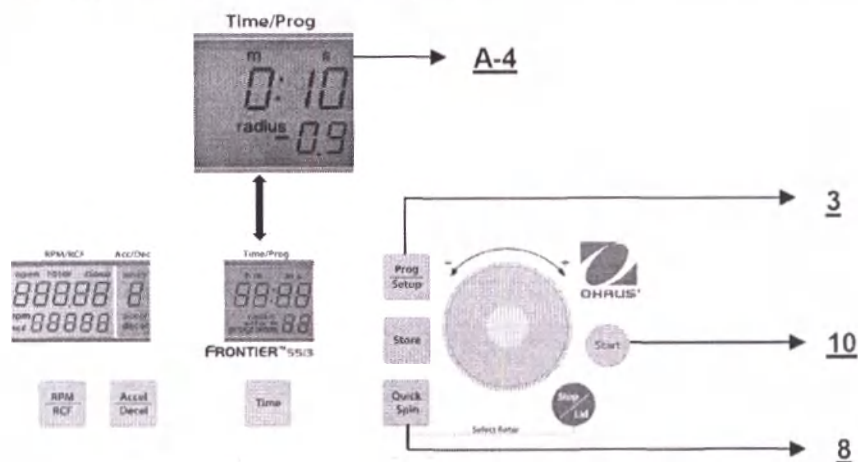

Рис. 24
Запуск центрифуги осуществляется нажатием кнопки **Start** (10) или кнопки **Quick Spin** (8) (см. рис. 24). Кнопка **Start** (10) используется для запуска центрифугирования с заданными вручную или вызванными из памяти параметрами.